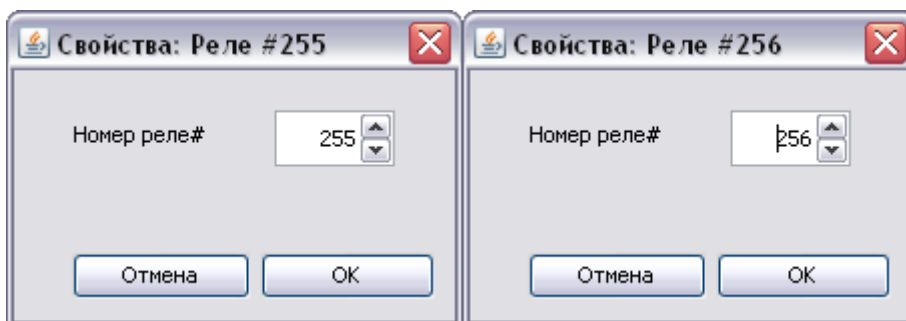

Рисунок 25 – Окно ввода номера исполнительного реле
– далее нужно присвоить номера исполнительным реле в диапазоне 001 ÷ 999, для чего нужно открыть окно свойств из значков реле и занести номер каждому из реле, см. рисунок 25; номера реле необходимо вводить в соответствии с технической документацией на пульт;